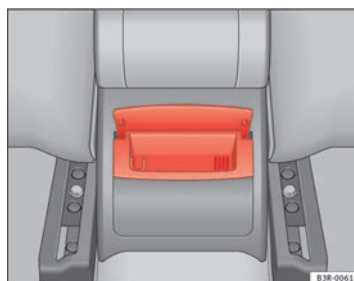

Fig. 125 Cendrier arrière
- Saisissez le boîtier par le couvercle ouvert ⇒ page 157, fig. 125 et tirez-le vers le haut pour l'extraire.